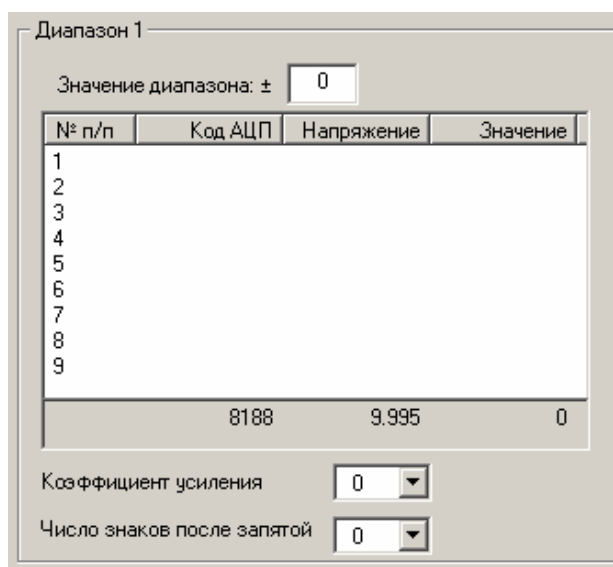

Рис.10. Ввод параметров диапазона.
3.3.3.4. В блоках «**Диапазон 1**» и «**Диапазон 2**» окна калибровки (Рис.10) устанавливаются параметры диапазона 1 и диапазона 2 (если имеется) соответственно.